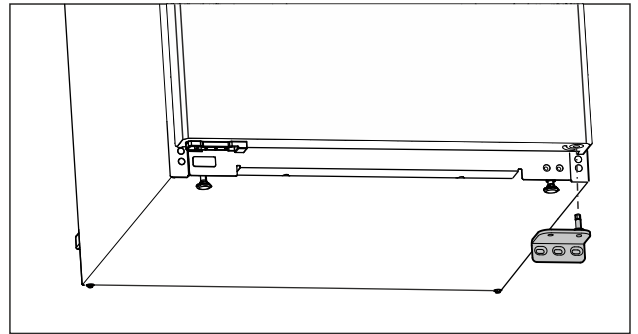

Fig. 16
- ▶ Ota laakerijalusta alaspäin pois. (katso Fig. 16)